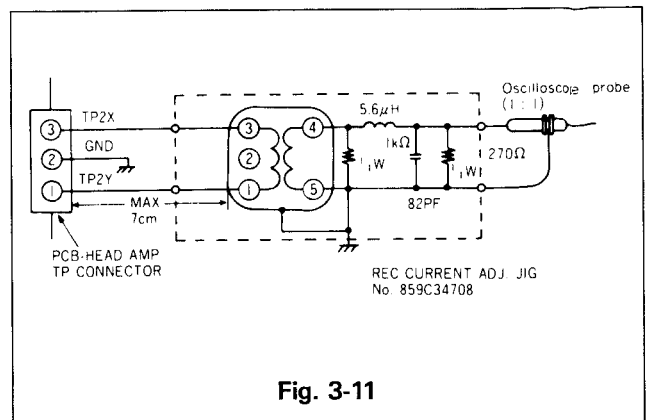

Fig. 3-11
- Brancher un oscilloscope avec un circuit adaptateur (REC CURRENT ADJ JIG: 859C34708) sur TP2Y et TP2X du PCB Signal comme indiqué sur la Fig. 3-11.
- Brancher un oscilloscope avec un circuit adaptateur (REC CURRENT ADJ JIG: 859C347080) sur TP2Y et TP2X du PCB Signal comme indique sur la Fig. 3-11.
- Brancher l'oscilloscope avec le circuit adaptateur (Réf REC CURRENT ADJ JIG: 859C347080) sur TP2Y et TP2X sur la platine signal. Voir Fig. 3-11.